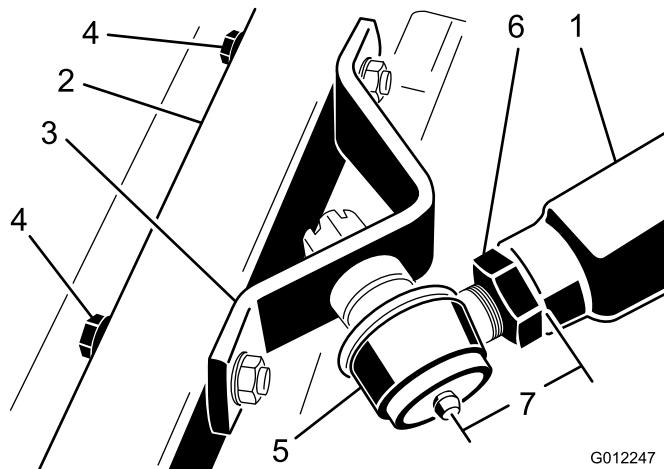

Figura 6
3. Misurate la distanza dall'estremità del braccio di spinta destro al centro del giunto sferico (raccordo d'ingrassaggio) (Figura 6). La distanza dovrebbe essere di circa 70 mm. Se la distanza non è 70 mm, allentate il controdado che fissa il giunto sferico al braccio di spinta e ruotatelo verso l'interno o l'esterno fino a raggiungere la distanza prevista (Figura 6). Non serrate ancora il controdado.
6. Serrate il controdado grande che fissa il giunto sferico al braccio di sollevamento (Figura 6). Per serrare il controdado, tenete dritto il giunto sferico per consentire la corretta oscillazione durante il sollevamento e l'abbassamento dell'apparato di taglio. Togliete con cautela il blocco di legno che fissa il braccio di spinta in basso.